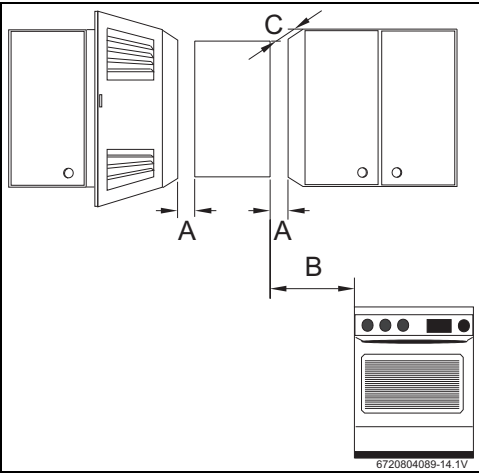

Fig. 19 Distances minimales
- ▶ Garantir les dégagements minimaux indiqués sur la fig. 19.
- Assurer l'accès libre pour les opérations de maintenance et respecter les distances minimales indiquées dans la figure 19.